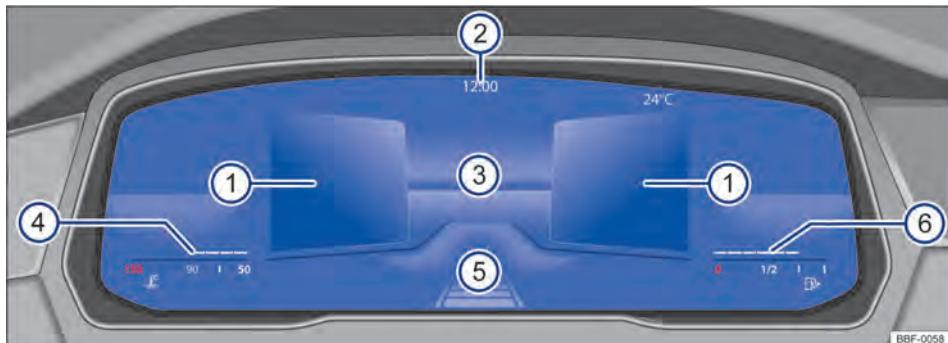

Fig. 10 Active Info Display (variante 2) no painel de instrumentos.
Explicações sobre os instrumentos → Fig. 10:
A exibição principal → Fig. 10 ③ pode ser alterada pressionando o botão **[View]** no volante multifunções. A representação na área de indicação pode exibir as seguintes vistas:
- **Resumo:** após o encerramento da prontidão para condução: exibição de informações sobre o status do veículo nas áreas ①, por exemplo, posição do hodômetro total.